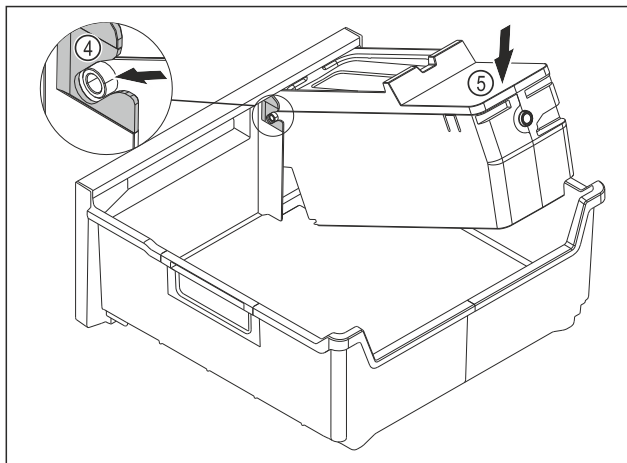

Fig. 115
- ▶ Montáž korpusu EasyTwist-Ice: Osy korpusu EasyTwist-Ice zasuňte do vedení Fig. 115 (4).
- ▶ Stlačte korpus EasyTwist-Ice Fig. 115 (5) vzadu dolů.